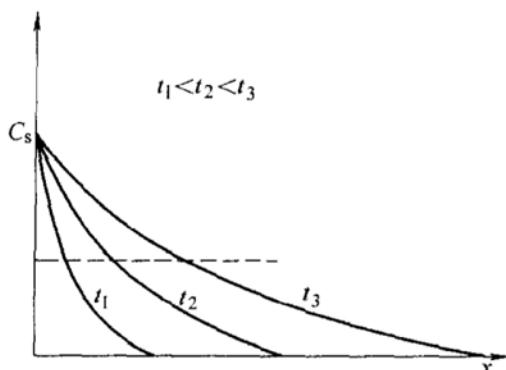

图 10-2 第六题第 1 小题图
- 菲克第二定律的解之一是误差函数解， $C = A + B \operatorname{erf}\left(\frac{x}{2\sqrt{Dt}}\right)$ ，它可用于纯铁的渗碳过程。若温度固定，不同时间碳的浓度分布则如图 10-2。已知渗碳 1 小时后达到某一特定浓度的渗碳层厚度为 0.5mm，问再继续渗碳 8 小时后，相同浓度的渗碳层厚度是多少？